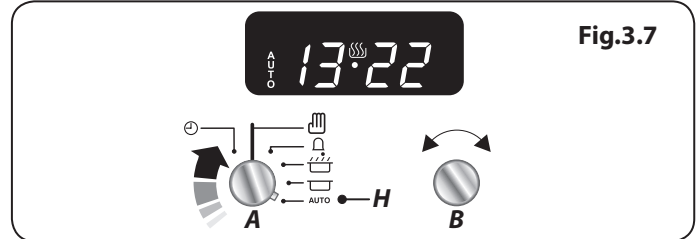

Fig.3.7
3. Tournez le bouton de la minuterie (A) sur le réglage Auto (H) (Fig. 2.27). L'affichage indique alors l'heure actuelle, le symbole Cuisson et le mot « **AUTO** » (**Fig.3.7**).